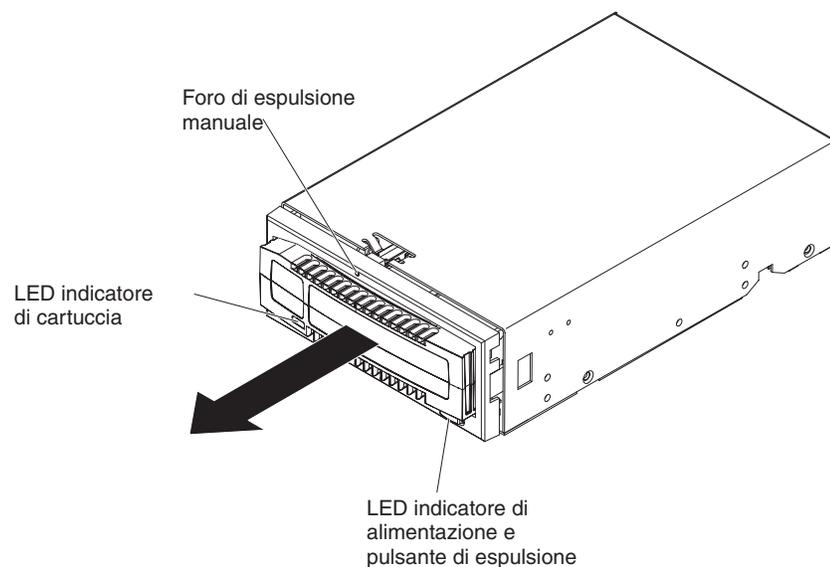

Figure 10. Espulsione di una cartuccia
- Premere il pulsante di espulsione presente sull'unità (vedere Figure 10 on page 13) per almeno 0,5 secondi.
- Utilizzare il foro per l'espulsione manuale (vedere Figure 10) per espellere la cartuccia in caso di mancanza di corrente elettrica o quando gli altri metodi di espulsione della cartuccia non funzionano.